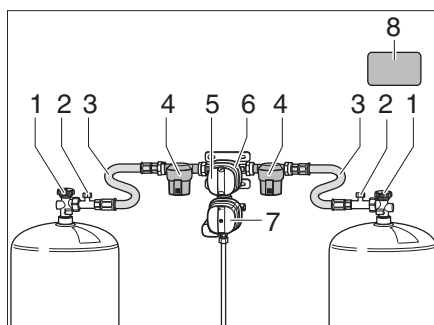
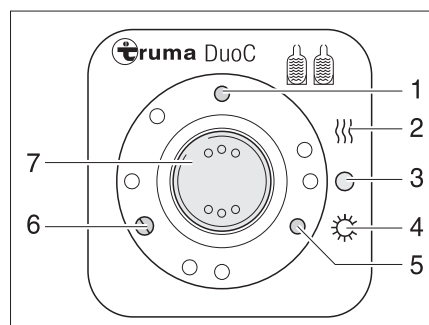
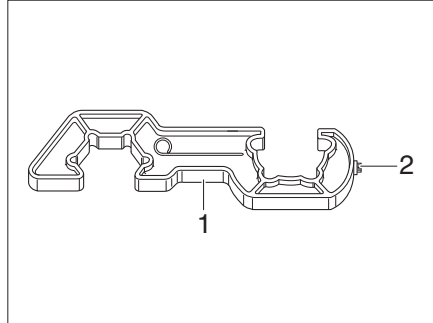
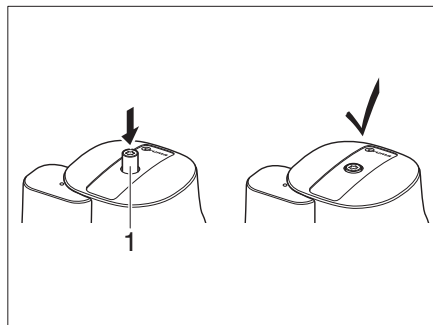

Bild 210 DuoControl-omkopplingsenhet
Bild 211 Kontrollenhet
Bild 213 Skruvhjälp
Bild 214 Crash-sensor
DuoControl-omkopplingsenheten består av en omkopplingsventil (Bild 210,6) och kontrollenheten (Bild 211). Omkopplingsventilen är monterad mellan högtrycksslangarna (Bild 210, 3). Med vredet (Bild 210, 5) på omkopplingsventilen kan man ställa in vilken gasflaska som ska användas som driftflaska och vilken som ska användas som reservflaska.
Omkopplingsventilen (Bild 210, 6) är utrustad med avfrostningsanläggningen EisEx för regulatorer. På detta sätt undviks störningar på gasanläggningen under vintern.
Före omkopplingsventilen finns på båda sidor ett gasfilter (Bild 210, 4) som skyddar gasanläggningen mot oljeläckage och föroreningar.
På kontrollenheten (Bild 211) kan endast de elektriska funktionerna styras. Gasflaskornas huvudavstängningsventiler (Bild 210, 1) måste öppnas för hand.
Omkopplingsventilen sörjer för ett konstant gstryck, oberoende av vilken gasflaska som används. De båda kontrollamporna på kontrollenheten indikerar driftflaskans tillstånd. När den gröna kontrollampan (Bild 211, 6) lyser är driftflaskan full. När den röda kontrollampan (Bild 211, 5) lyser är driftflaskan tom. Gasen matas sedan via reservflaskan.
- Öppna huvudavstängningsventilerna (Bild 210,1) på gasflaskorna.
- Välj vilken gasflaska som ska prioriteras (driftflaska) med vredet (Bild 210, 5) på omkopplingsventilen (Bild 210, 6).
- Ställ vippkontakten (Bild 211, 7) på "O" (Bild 211, 3). Den gula kontrollampan (Bild 211, 1) slocknar.
- Stäng huvudavstängningsventilerna (Bild 210, 1) på gasflaskorna.
Kontrollamporna på kontrollenheten (Bild 211, 5 och 6) signalerar inne i fordonet om driftflaskan är driftklar.
När den gröna kontrollampan (Bild 211, 6) slocknar under drift och den röda kontrollampan (Bild 211, 5) tänds är gasflaskan, som är vald som driftflaska, tom och måste bytas. Gasförbrukarna försörjs med gas från reservflaskan.
- ▶ Använd den medföljande skruvhjälpen (Bild 213, 1) när högtrycksslängarna ska skruvas på och av. Den säkerställer det nödvändiga åtdragningsmomentet och förhindrar skador på skruvkopplingen på grund av felaktiga verktyg.
- Stäng huvudavstängningsventilen (Bild 210, 1) på den tomma gasflaskan.
- Skruva av högtrycksslängen (Bild 210, 3) från gasflaskan med skruvhjälpen (Bild 213).
- Anslut den fulla gasflaskan till högtrycksslängen (Bild 210, 3).
- Öppna huvudavstängningsventilen på gasflaskan (Bild 210, 1).
- Vrid vredet (Bild 210, 5) på omkopplingsventilen (Bild 210, 6) ett halvt varv för att ställa in att den precis bytta gasflaskan fungerar som reservflaska.
- Tryck på knappen (Bild 210,2) för slangbrottsäkringen på högtrycksslängen för att aktivera den.
- Tryck ev. på återställningsknappen (Bild 214, 1) på crash-sensorn.
- ▶ Beakta säkerhetsetiketten (Bild 210, 8) i gasbehållaren.
- Använd Torx T20 (Bild 213,2) för att trycka in avsäkringsknappen (Bild 214,1) på skruvhjälpen, vrid knappen lätt medurs och håll kvar under 5 sekunder. Crash-sensorn är driftklar när avsäkringsknappen (Bild 214,1) stannar i det nedsänkta läget.
- Tryck kraftigt på den gröna knappen (Bild 210, 2) på högtrycksslangen (Bild 210, 3) när gasflaskan byts.